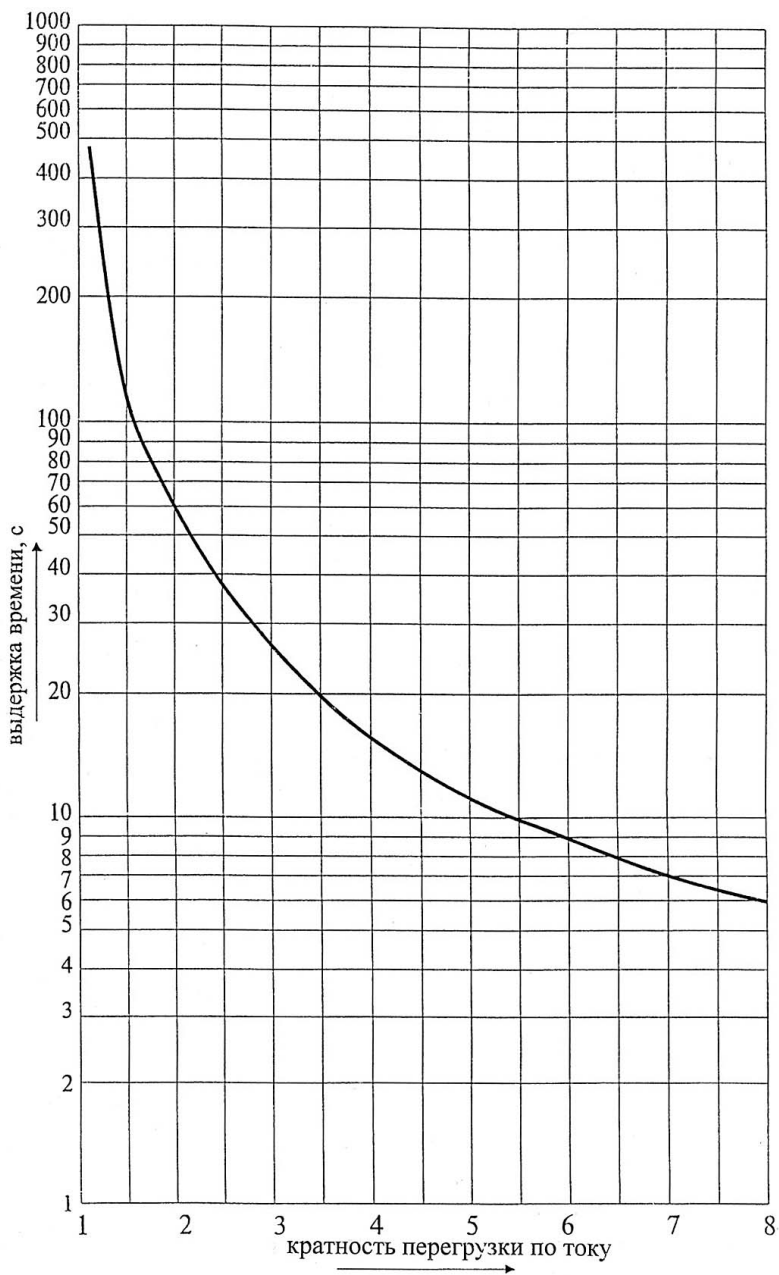

Рис. 2.1. Время-токовая характеристика реле РЭЗЭ-6
- при перегрузке двигателя по току настраивается автоматически по время-токовой характеристике реле* (рис. 2.1);